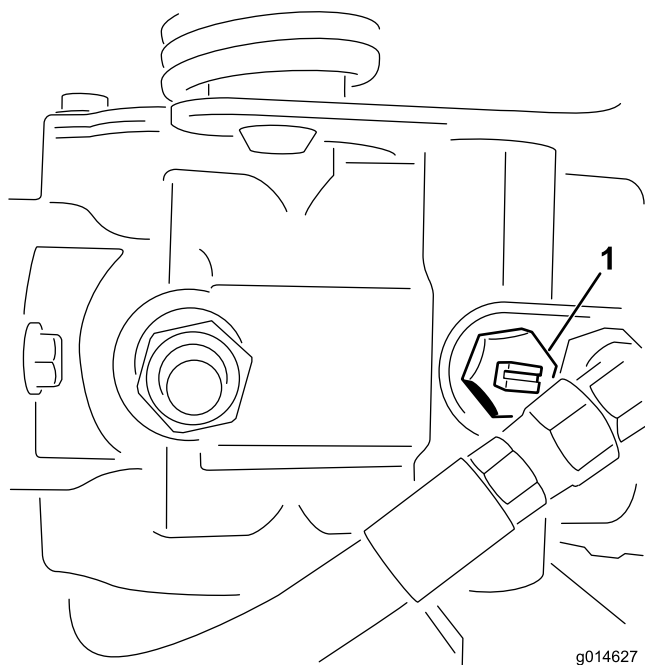

Figura 44
1. Localize a válvula de derivação na bomba e rode-a de forma a que a ranhura fique na vertical (Figura 44).
2. Antes de ligar o motor, feche a válvula de derivação rodando-a de forma a que a ranhura fique na horizontal (Figura 44). Não ligue o motor quando a válvula se encontrar aberta.